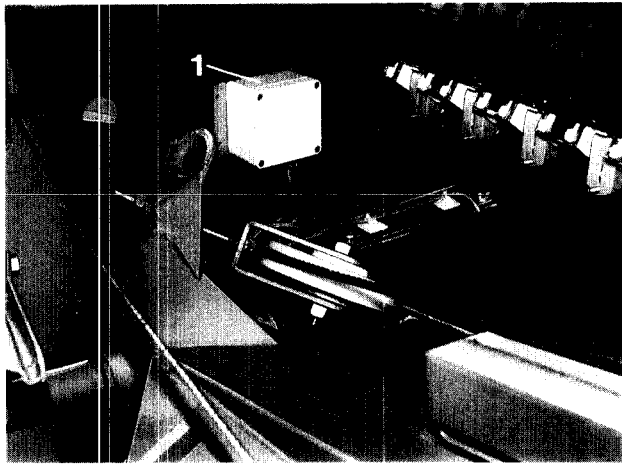

Fig. 6
- Verteilerkasten (Fig. 6/1) gut zugänglich, unter dem Saatkasten an einer gegen Feuchtigkeit geschützten Stelle, am Rahmenmittelblech bzw. an der Außenwand der RPD und AD befestigen.